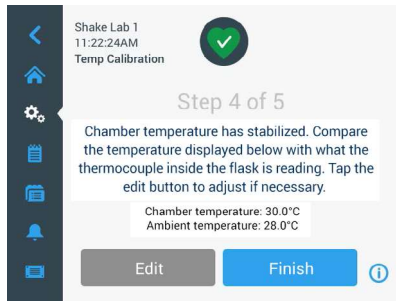

Abbildung 111: Kalibrierung: Kammer erfolgreich auf Kalibriertemperatur stabilisiert
Ein stabiler Zustand wird durch die Meldung **Die Temperatur im Probenraum hat sich stabilisiert** angezeigt, wie in Abbildung 111 unten dargestellt.
- » Sobald der in Abbildung 111 dargestellte Bildschirm erscheint, vergleichen Sie regelmäßig die Temperaturanzeige Ihres Thermoelementes. Wenn Sie die Temperatur für stabil halten, können Sie entweder auf die Schaltfläche **Bearbeiten** tippen, um sie zu korrigieren, oder auf die Schaltfläche **Fertigstellen**, um den Kalibrierungsprozess abzuschließen.